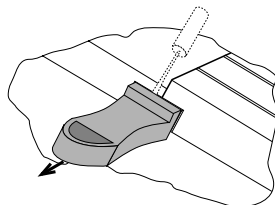

Fig. 19
- Saisissez le verrou et retirez-le entièrement en tournant légèrement (voir la fig. 19 et 20). Vous pouvez utiliser le verrou comme extracteur lors d'un changement de module.